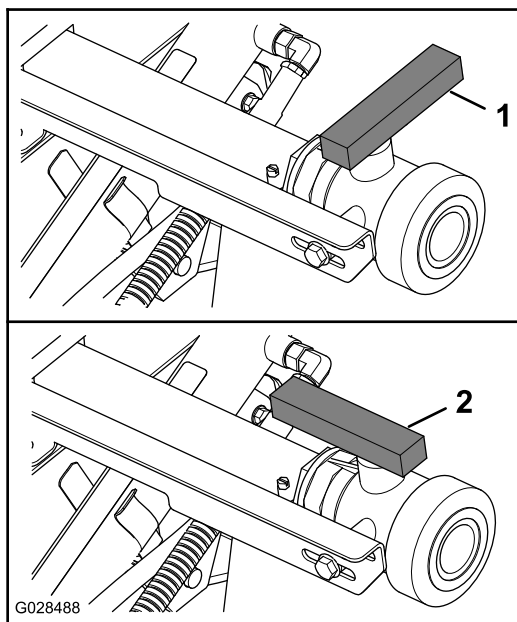

Bild 73
3. Öffnen Sie das Ventil und lassen alle nicht verwendete Lösung aus dem Behälter (Bild 73) aus.
4. Schließen Sie das Abflussventil (Bild 73).